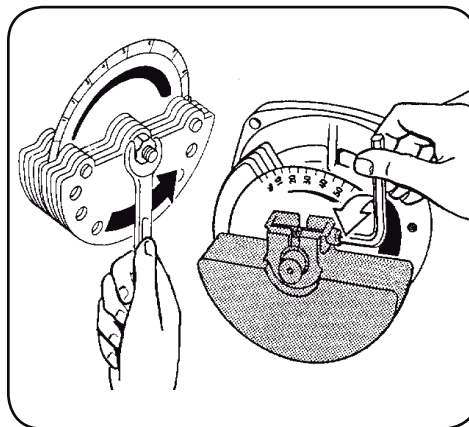

Rysunek 30
- Zazwyczaj konieczne jest nastawienie mas z obu stron w tych samych kierunkach (Rysunek 30) Aby umożliwić precyzyjne ustawienie mas, silniki wibracyjne wyposażone są w opatentowany system, który zapobiega obracaniu się mas w niepożądanym kierunku (Rysunek 31, strona 31)